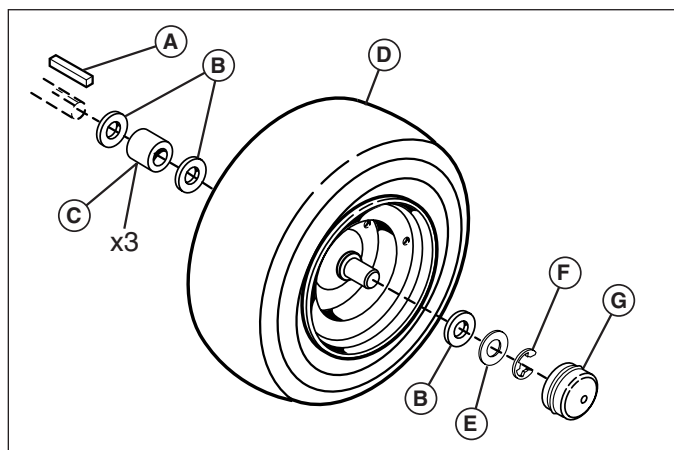

Figure 21. Lubrifier les arbres d'essieu arrière
5. Retirer le chapeau de moyeu en plastique (G, Figure 21).
6. Retirer le circlip (F), à l'aide d'un tournevis.
7. Retirer la petite rondelle (E) et la roue (D).